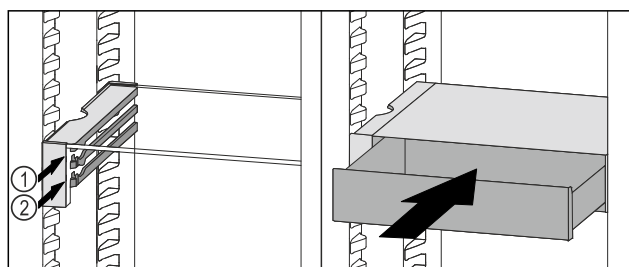

Fig. 63
- ▶ Plasser VarioSafe-skuffen bak stopperne på ønsket rille Fig. 63 (1) eller Fig. 63 (2).